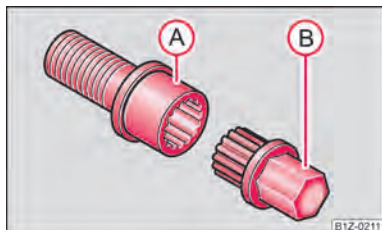

Fig. 169 Illustration : Boulon antivol avec adaptateur
- Insérez à fond l'adaptateur (B) avec son côté denté de sorte que la denture intérieure du boulon antivol (A) puisse encore dépasser à l'extérieur du six-pan → fig. 169.
- Insérez la clé de roue à fond sur l'adaptateur (B).